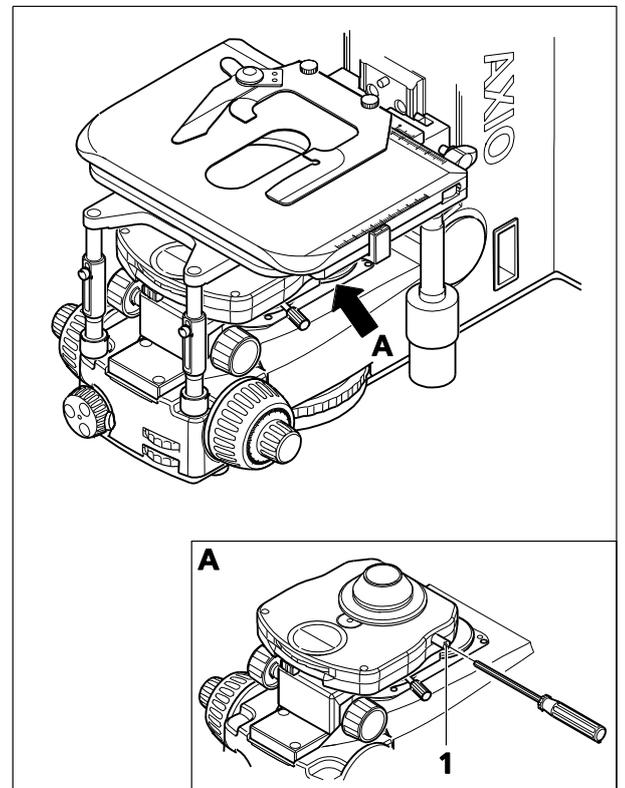

图 4-6 调整斜射照明
- 使用聚光镜上的调节螺钉（宽度 A/F 1）（图 4-6/1），将止挡的槽段旋转至所需位置。